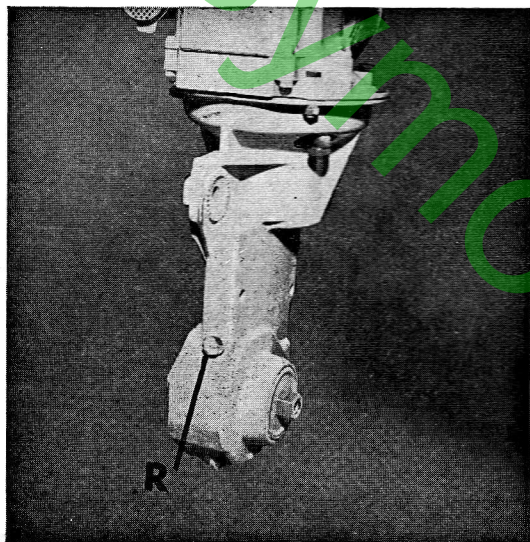

Fig. 24
- Visser et bloquer le bouchon R (fig. 24).